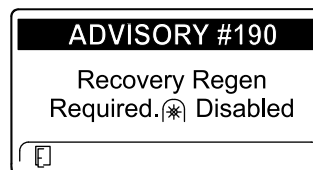

Figura 55
- Richiesta di rigenerazione di recupero – disabilitazione della presa di forza ADVISORY #190 (Figura 55)